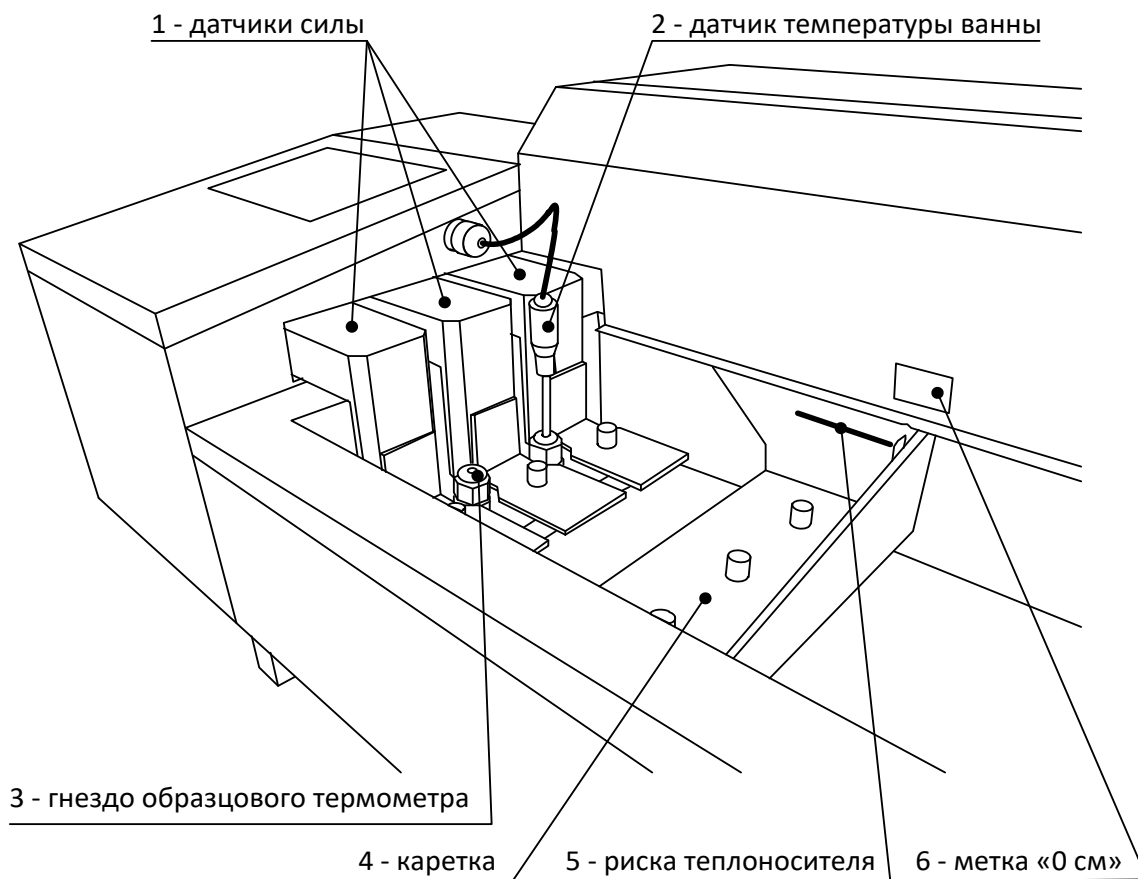

Рисунок 4 – Система нагружения
4.4.2 Залить в ванну аппарата теплоноситель до риски, нанесённой на каретке (см. рисунок 4, позиция 5).
4.4.5 Если уровень теплоносителя упал (контроль по риске, см. рисунок 4, позиция 5) - выполнить п. 4.4.2.
4.4.7 Установить датчик температуры ванны (см. рисунок 4, позиция 2) таким образом, чтобы расстояние до дна составляло 2...5 мм.